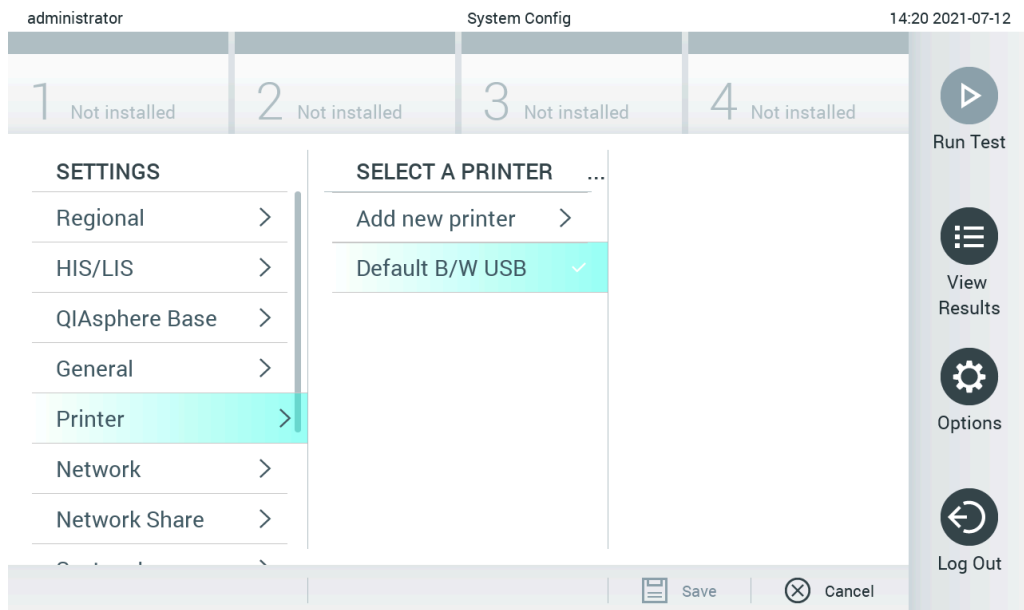

Рис. 100. Установлення принтера за допомогою драйвера за замовчуванням
2. Виберіть принтер за замовчуванням, що називається Default B/W USB (рис. 100)